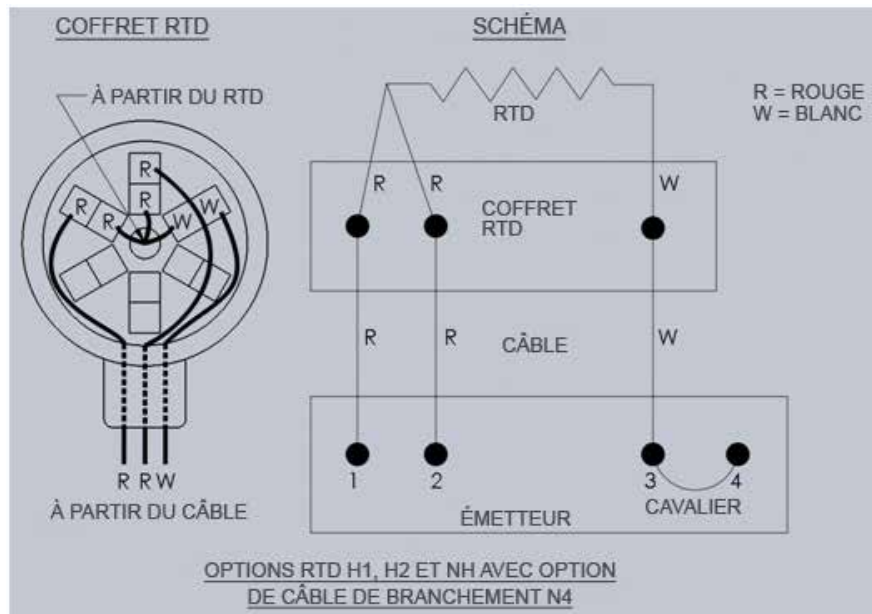

Figure 8. RTD H1, H2 ET NH AVEC CÂBLE N4
- Si un câble est fourni, enfiler-le dans la boîte de connexion et connectez les fils, rouge avec rouge, rouge avec rouge et blanc avec blanc. Reportez-vous aux figures 8, 9, ou 10. Coupez le fil de masse (non isolé) à la base. Les têtes R, P et T ne sont généralement pas fournies avec un câble.